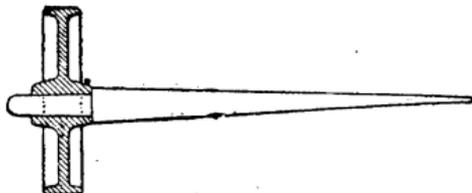

Fig. 547
**Quille.** — La quille (fig. 547) est une pièce de bois ronde, plus ou moins longue avec laquelle on déplace et on conduit très facilement les pièces circulaires, telles que volants, roues, etc., d'un certain diamètre. Elle